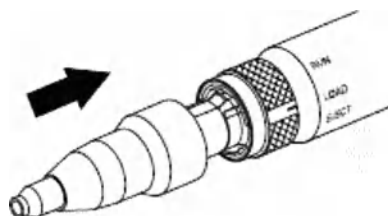

Рис. 1 Установка патрона
2. Оденьте патрон на рукоятку; уверенно нажмите и поверните патрон пока он не зафиксировается (рис. 1).